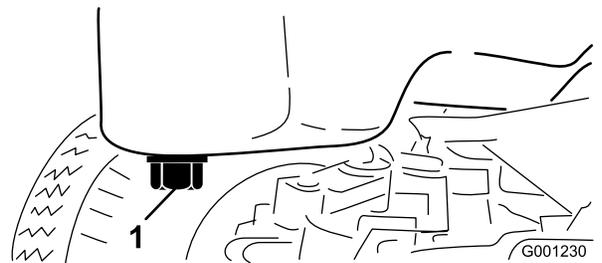

図 50
- オイルパンの下についているドレンプラグの下に廃油受けをおく 図 50。